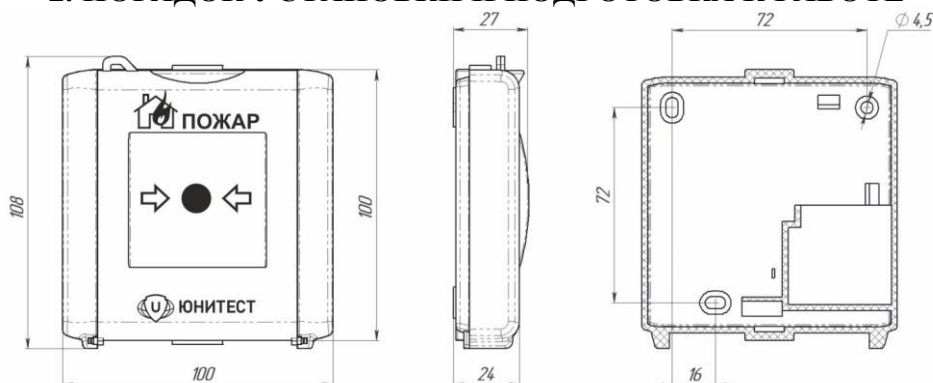

Рис.1. Габаритные и установочные размеры извещателя.
2.1.2. Габаритные и установочные размеры представлены на рис.1, схемы подключения – на рис.2,3.